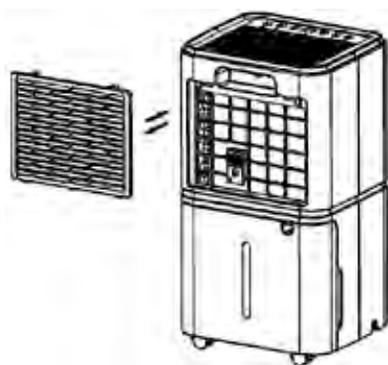

Fig.1
1. Rimuovere il filtro sganciandolo dalla sua sede, seguendo la direzione della freccia (Fig.1).